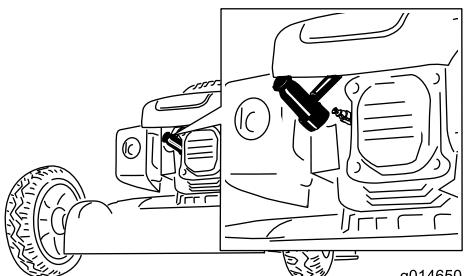

Bild 35
- Ziehen Sie das Zündkabel von der Zündkerze (Bild 35) ab, bevor Sie Wartungsarbeiten ausführen.